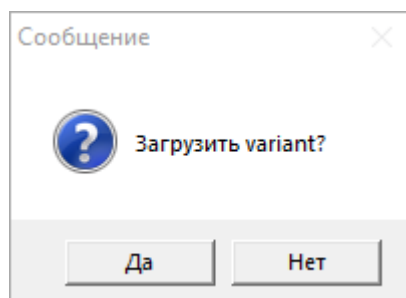

Рисунок 9
6) Далее будет предложено загрузить вариант (в качестве примера может быть использован файл SchematicVariant.html, который находится в корневом каталоге утилиты) (рисунок 9)